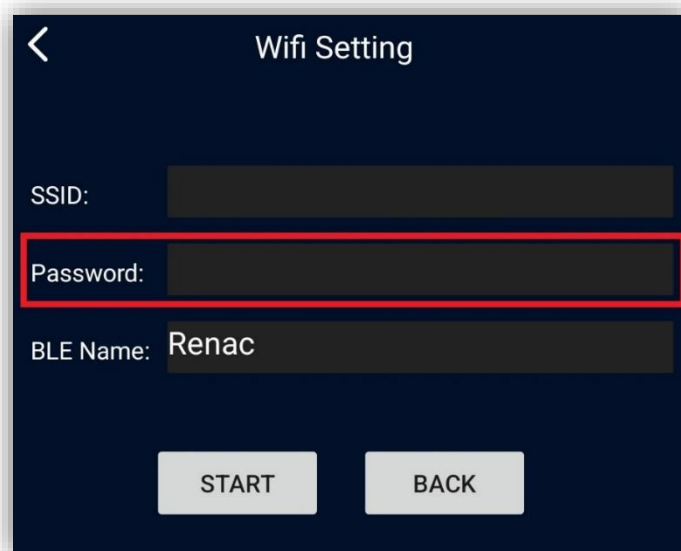

Figura 6 - Configuração de rede Wifi: Senha
3. Já no campo “*Password*” (ver **Figura 6**) deverá ser inserido pelo usuário a senha correspondente a rede Wifi do qual está conectado e após isso pressionar o botão “*Start*”. **O campo “BLE NAME” deve estar sempre contendo o texto “Renac”.**